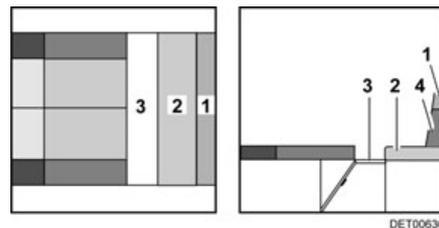
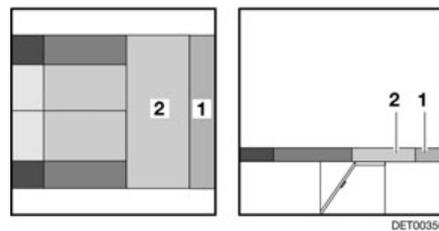

Fig. 117 Durante la transformación
Fig. 118 Después de la transformación
- Extraer el somier (Fig. 117,3).
- Tirar del cojín del asiento (Fig. 118,2) hacia el grupo de asientos central.
- Separar el cojín adicional (Fig. 118,1) del cojín del respaldo (Fig. 117,4). El cojín adicional está fijado al cojín del respaldo con cinta velcro y puede separarse fácilmente.